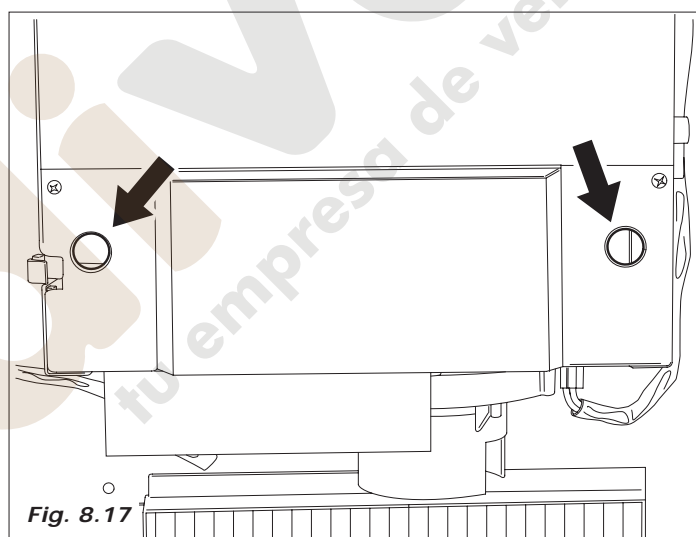

Fig. 8.17
- Volver a cerrar la compuerta transparente y localizar los dos agujeros de acceso a los tornillos (Fig. 8.17), entonces aflojarlos sin extraerlos.